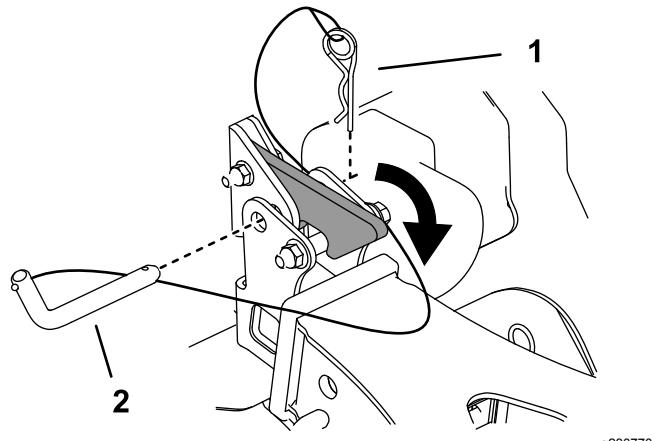

Figura 21
2. Sujete el conjunto al receptor de enganche usando el pasador de enganche y la chaveta que están sujetos al receptor (Figura 21).
1. Eleve el soplador hasta que se enganche en el receptor de enganche (Figura 20 y Figura 21).